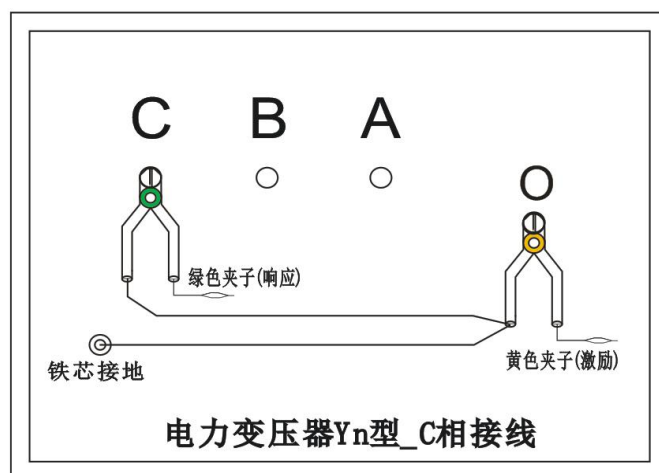

图 6
2.3.4 以上接线完成对三相 Yn 形的 C 相测量接线，如图 6。